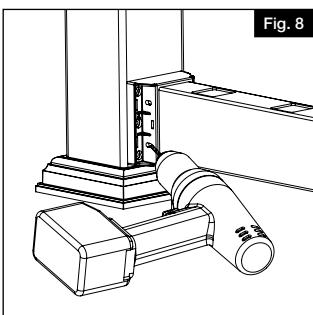

Fig. 8
- d. Asegúrese de que el soporte esté centrado en el poste. A continuación, con una broca de  $\frac{1}{8}$ ", taladre el primer agujero para el tornillo del soporte inferior a través del agujero del soporte y el poste (utilice los cuatro agujeros de las esquinas exteriores) (Fig. 8).